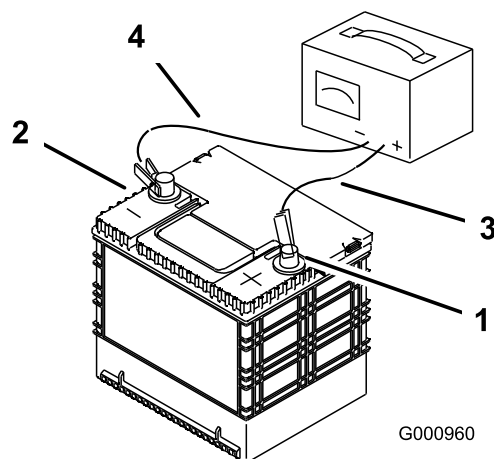

Bild 45
2. Wenn die Batterie voll geladen ist, ziehen Sie den Stecker des Ladegeräts aus der Dose. Klemmen Sie dann die Klemmen des Ladegeräts von den Batteriepolen ab (Bild 45).